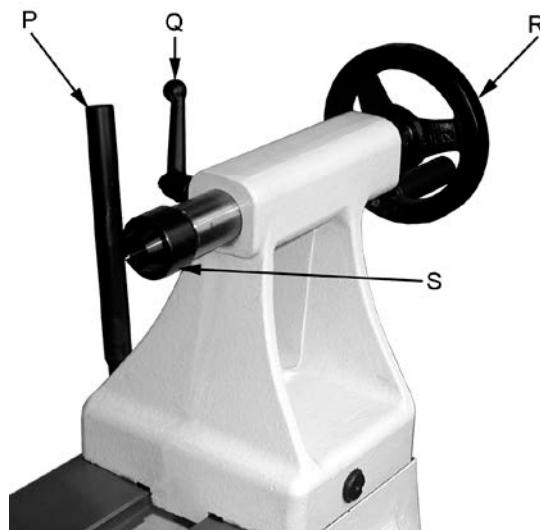

Fig. 33
tourner le volant (R, Fig. 33) dans le sens des aiguilles d'une montre pour sortir le fourreau et bloquer le levier de serrage (Q).